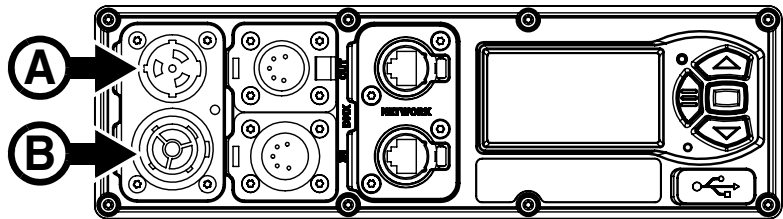

Figure 16: Connexion au secteur
1. Voir Figure 16. Aligned les détrompeurs du connecteur TRUE1 du câble d'alimentation avec ceux de l'embase MAINS IN (A). Insérez le connecteur dans l'embase et tournez-le dans le sens horaire pour le bloquer. Si le connecteur semble difficile à tourner, sortez-le de l'embase, vérifiez que vous avez correctement aligné les
Procurez-vous un câble d'alimentation homologué pour 16/20 A et des câbles de copie homologués pour 16/20 A (auprès de votre revendeur Martin qui pourra vous donner plus de détails) pour réaliser une cascade d'alimentation secteur en reliant les embases MAINS THRU (B sur la Figure 16) et MAINS IN (A sur la Figure 16). Pour créer une telle cascade d'alimentation, vous devez respecter les limites données dans la section Précautions d'emploi au début de ce manuel afin d'éviter tout risque d'incendie et d'électrisation.